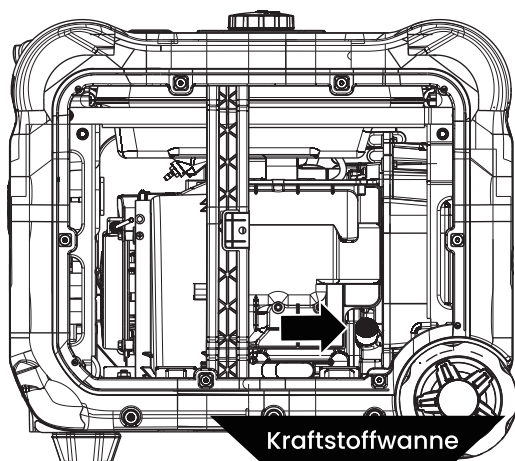

Abbildung 9: Stellen Sie die Ölwanne unter die Öleinfüll-/Ablassschraube
4. Platzieren Sie die Ölwanne (oder einen geeigneten Behälter) unter der Öleinfüll-/Ablassschraube (siehe Abbildung 9).